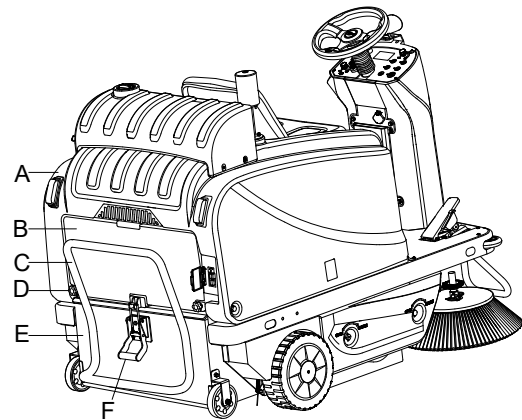

Abb. 30
3. Öffnen Sie den Deckel (A, Abb. 30)
4. Lösen Sie den Verschluss (F, Abb. 30), indem Sie an ihrem unteren Ende ziehen.
5. Entfernen Sie den Abfallbehälter (E, Abb. 30), indem Sie ihn mithilfe des Griffs (C, Abb. 30) aus den inneren Führungen lösen.
6. Lösen Sie die Knöpfe (D, Abb. 30) und entfernen Sie die Abdeckung des Filterfachs (B, Abb. 30).